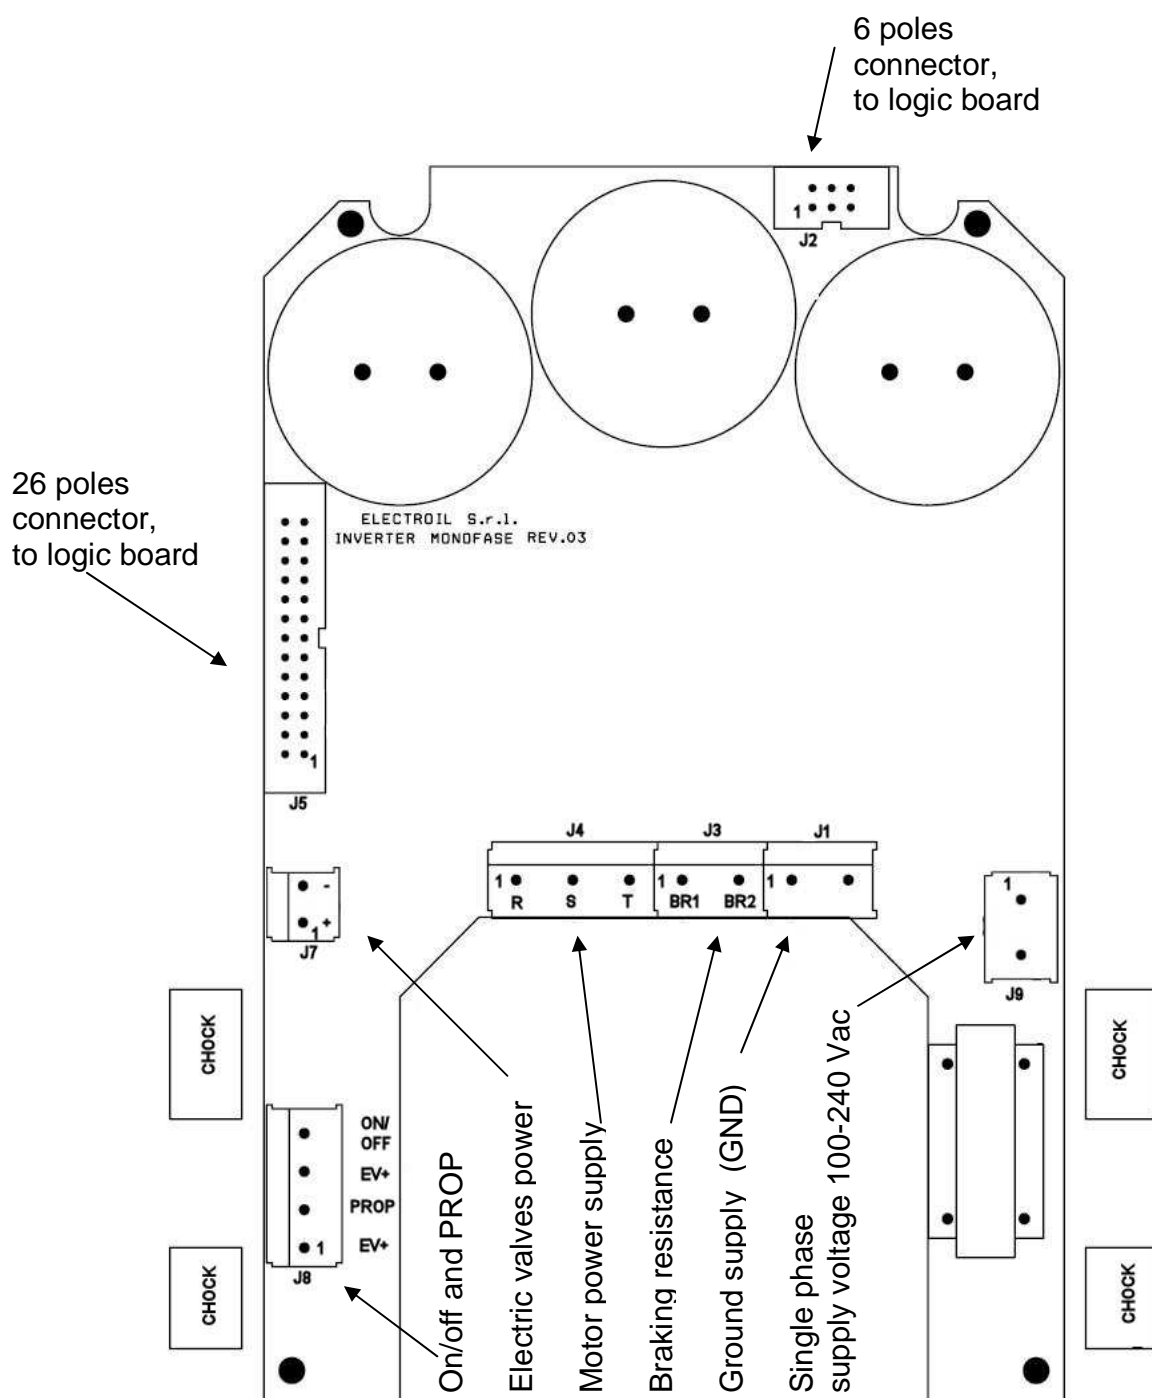
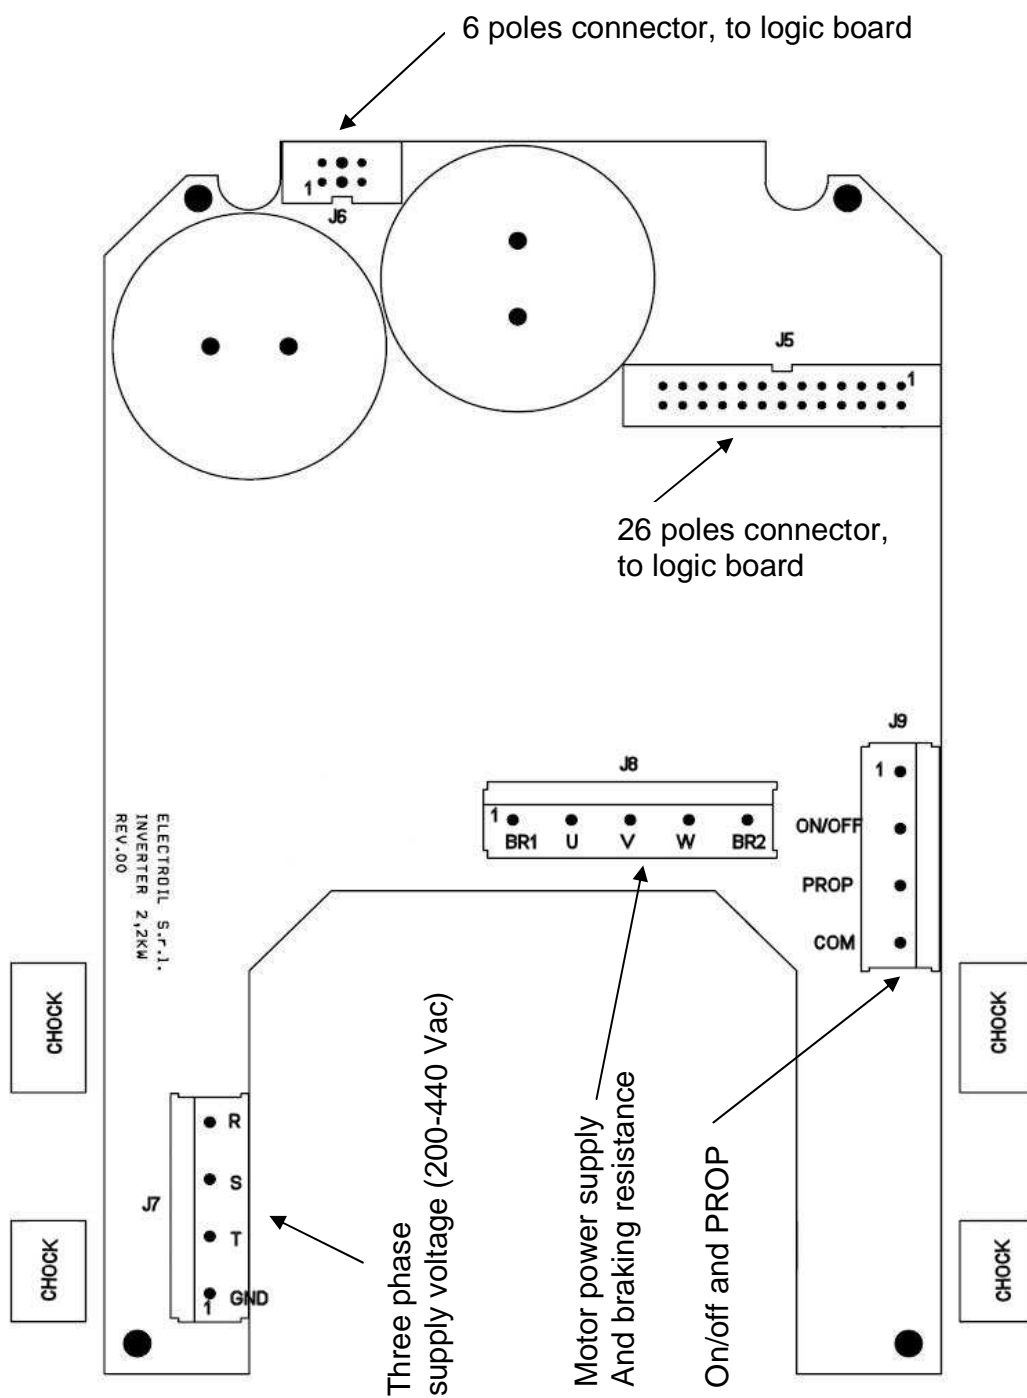

Figura 2 – Schema scheda di potenza IMP2200 (Alimentazione Monofase)
Figura 3 - Schema scheda di potenza ITP2200 (alimentazione Trifase)
- Collegare i 3 morsetti motore R, S e T sulla scheda di potenza IMP2200 (Motor Power Supply in Figura 2) e sui 3 morsetti U, V, W sulla scheda di potenza ITP2200 ("Motor power Supply" in Figura 3)
- Opzionale 2: se previsto un carico frenante collegare la resistenza di frenatura in corrispondenza dei morsetti “BR1” e “BR2” (Figura 2 e Figura 3);
- Collegare i tre fili di alimentazione di “Single phase supply voltage” e “Ground supply” per IMP2200 (Figura 2) oppure i quattro fili di alimentazione di “Three phase Supply Voltage” e “Ground Supply” per ITP2200 (Figura 3)